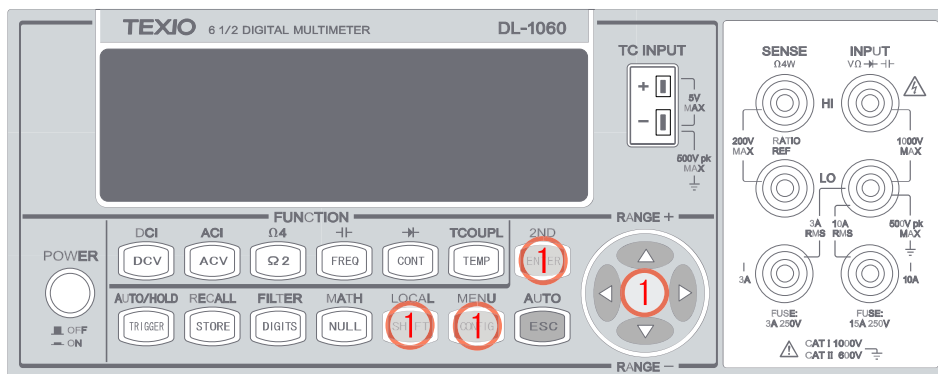

図 3-36
- ① ◀・▶、ENTER ボタン等を使い、MENU(SHIFT+CONFIG) > SYSTEM > INIT MODE > “SAVE DATA” / “DEFAULT SET”の順で操作し、現在の設定状態を保存するか初期設定から始めるかを選択します。使用するボタンを図 3-36 に示します。